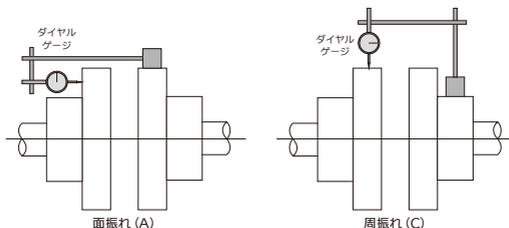

図2 ダイヤルゲージによる芯出し
- ③ 回転方向の確認後、相手機械とモータのカップリングを結合してください。
- ④ 芯出しをするためには、レベル調整が完了したベース上にモータを置き、カップリングの面間寸法をテーパーゲージなどを用いて確認してください。カップリングの面間寸法は、各機械の規定値に従ってください。カップリング部の芯出しには図2のようにダイヤルゲージを用いて行ってください。
- ⑤ 芯出し作業の際、同軸度および平行度がそれぞれ90° 毎の4点で点検し、それぞれの値の差が周振れ・面振れともに表5「カップリングの芯出し許容値」以内になるよう調整してください。